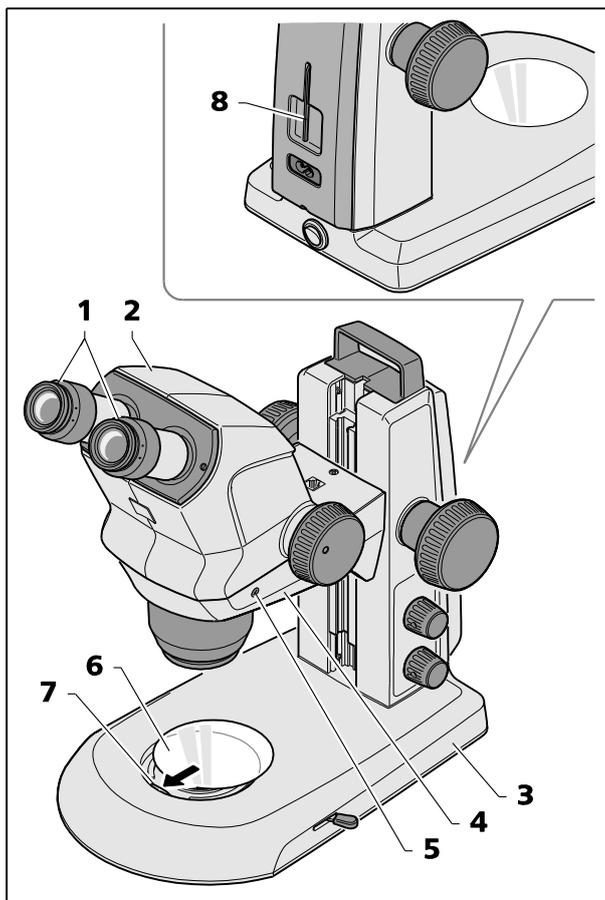

Fig. 6 Installation du stéréomicroscope
- Placer le statif (Fig. 6/3) sur un support plat et solide.
- Si le corps du Stemi 508 (Fig. 6/2) n'a pas encore été monté, l'insérer dans le support Stemi (Fig. 6/4), le mettre de niveau et le fixer à l'aide de la vis de serrage (Fig. 6/5). La clé Allen appropriée (Fig. 6/8) est située dans le support à l'arrière de l'appareil.
- Si les deux oculaires (Fig. 6/1) n'ont pas encore été montés, les insérer en butée dans le tube oculaire.
- Insérer la plaque en verre ou la plaque en plastique noir et blanc (Fig. 6/6) dans le support situé à la base du statif. Pour ce faire, appuyer la plaque de verre ou la plaque en plastique noir et blanc contre le ressort (Fig. 6/7) et la verrouiller.